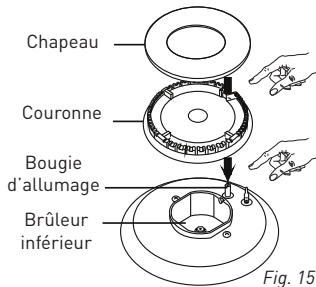

Fig. 15
Après l'allumage, procédez à une vérification visuelle des flammes. Si vous voyez une pointe jaune ou des flammes suspendues ou instables, fermez le robinet à gaz et vérifiez si les chapeaux couronnes sont bien positionnées (fig.15).
- Retirez les grilles émaillées, les chapeaux de brûleurs et les brûleurs supérieurs (figure 15).